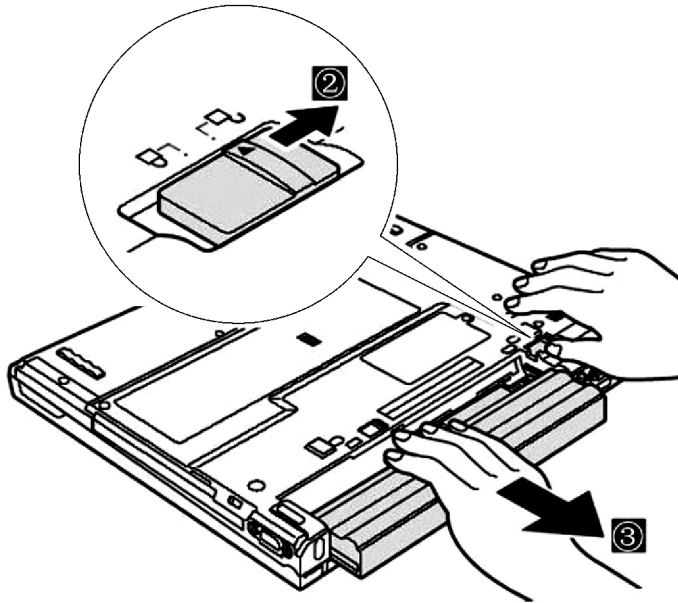

图 2-60 拆卸出电池示意图
- 2) 用另一只手将电池另一固定卡子向箭头“②”所示方向拨动，用手握住电池并朝箭头“③”所示方向拉即可取出电池，如图 2-60 所示。